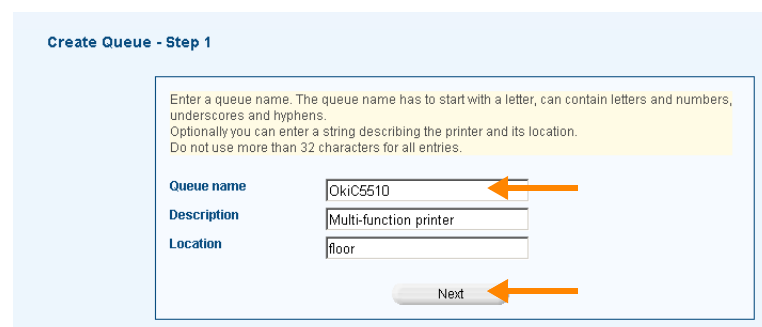

Bild 12 Queue-Namen festlegen und mit NEXT bestätigen
- Geben Sie einen beliebigen Queue-Namen für den zweiten Netzwerkdrucker an², in unserem Beispiel: **Okic5510**, und klicken Sie NEXT (Bild 12).